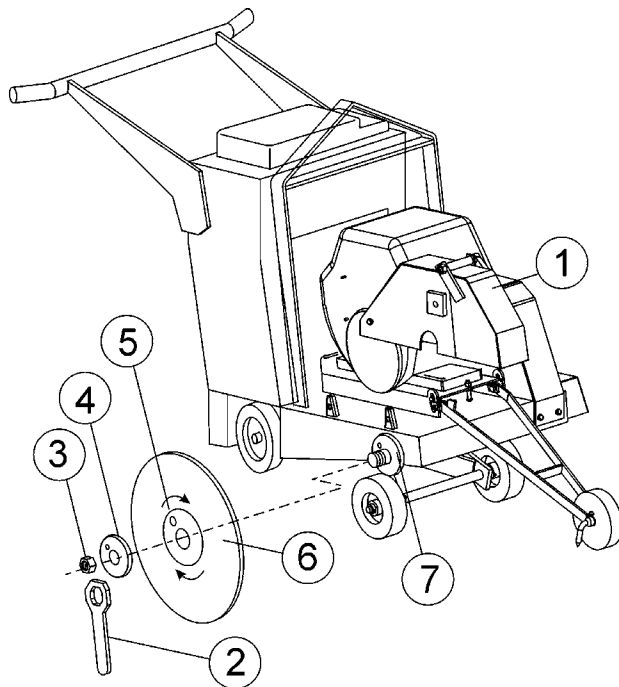

Figura 12. Posizionamento della lama diamantata
- Fare riferimento alla figura 12 (posizionamento della lama diamantata) durante la rimozione o installazione della lama diamantata.